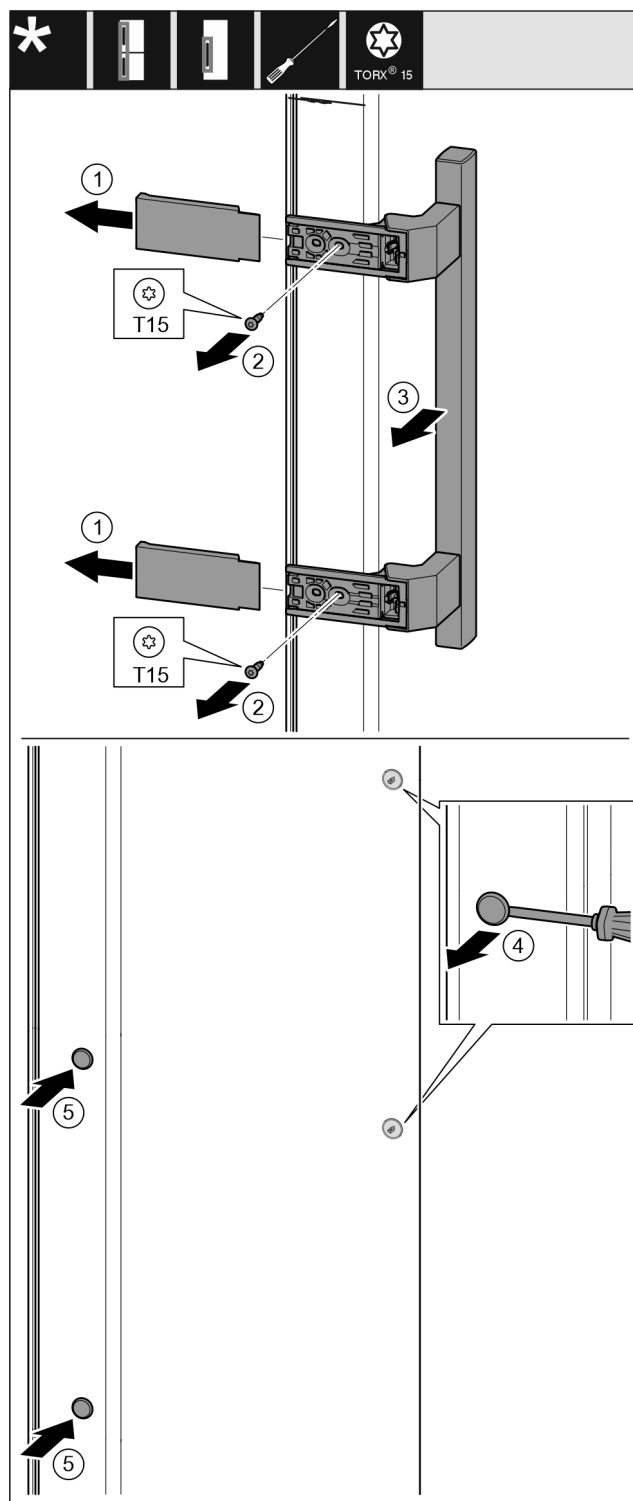

Fig. 14
- ▶ Skinite pokrov. Fig. 14 (1)
- ▶ Odvrnite vijke odvijačem Torx 15. Fig. 14 (2)
- ▶ Skinite ručku. Fig. 14 (3)
- ▶ Oprezno podignite i izvucite bočni čep s pomoću križnog odvijača. Fig. 14 (4)
- ▶ Ponovno umetnite čep na drugoj strani. Fig. 14 (5)